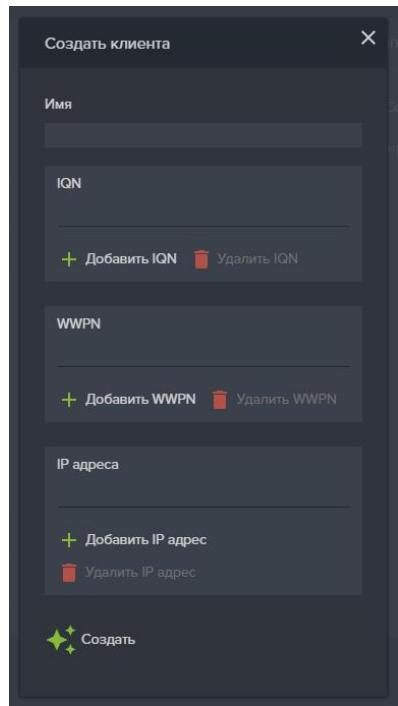

Рисунок 16 – Окно создания клиента
2. В области «Клиенты» нажмите кнопку «Создать нового клиента». Откроется одноименное окно (см. Рисунок 16).